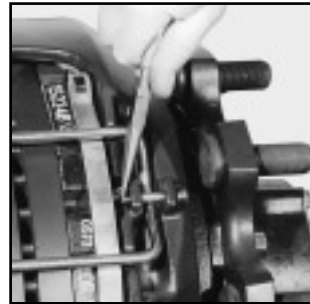

FIG. 15
5. Estrarre il perno diviso della barra stabilizzatrice e il suo perno di fermo. Spostare la barra verso l'alto ed allontanarla (Fig. 15 e 16).